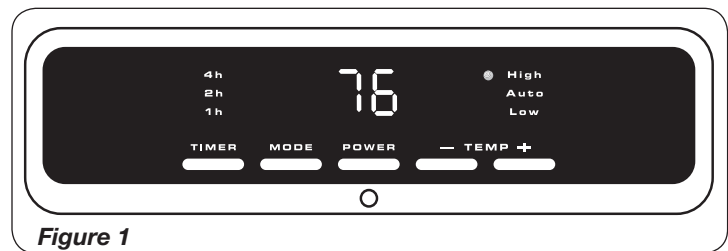

Figure 1
OPÉRATION (Figure 1)
6. Lors de la mise en marche de la chaufferette, l'unité sera en mode de chauffage élevée (1500 watts) et affichera la température actuelle de la pièce (Figure 1)